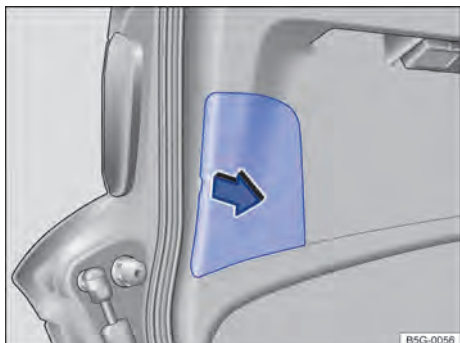

Fig. 203 Na tampa do compartimento de bagagem: retirar a cobertura.
3.	Levantar com cuidado a cobertura, se necessário, com a lâmina plana da chave de fenda das ferramentas de bordo → Fig. 203.